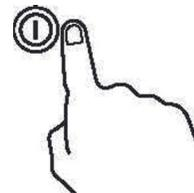

fig.1
- Presione el botón POWER (fig.1) para encender el artefacto.
- Presione el botón POWER (fig.1), la encimera se apagará. Es posible apagar la encimera en cualquier momento presionando el botón POWER.